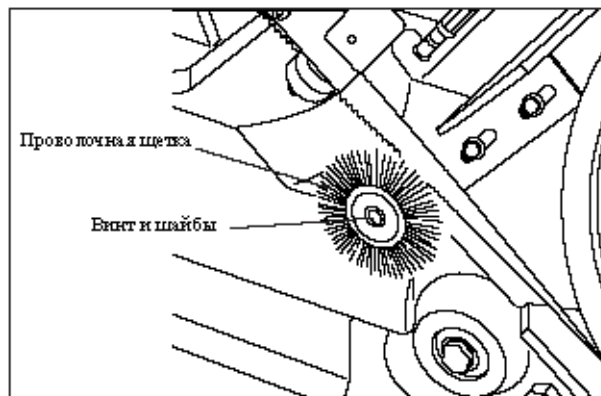

Рисунок 20: Проволочная щетка
2. Снимите крепежный винт, пружинную шайбу и простую шайбу. Снимите и выбросьте щетку (см. рисунок 20).